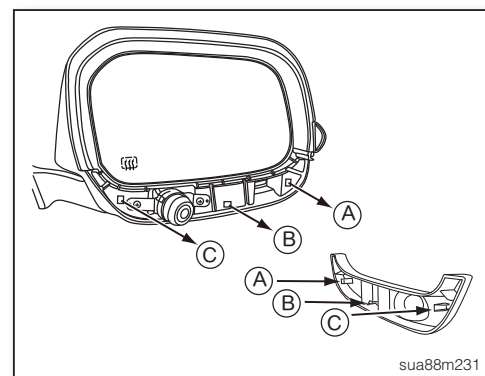

图5
1. 拆下右车门后视镜镜片下方饰盖固定扣A~C (如图5)。